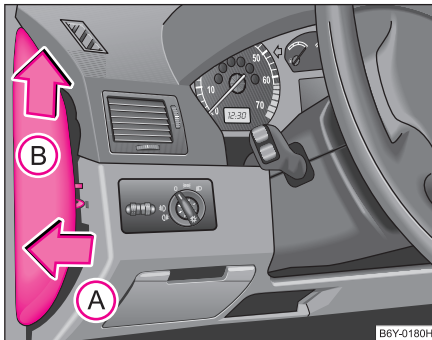

Abb. 163 Linke Seite der Schalttafel: Sicherungsdeckel
- Setzen Sie den Schraubendreher unter dem Sicherungsdeckel (am Ausschnitt in dem Sicherungsdeckel) an, hebeln Sie ihn vorsichtig in Pfeilrichtung (A) ab und nehmen ihn entgegen der Pfeilrichtung (B) heraus ⇒ **Abb. 163**.
- Schieben Sie den Sicherungsdeckel zuerst in die Schalttafel in Pfeilrichtung (B) und drücken dann den Sicherungsdeckel so entgegen der Pfeilrichtung (A), dass die Führungsnasen in den Öffnungen der Schalttafel einrasten.